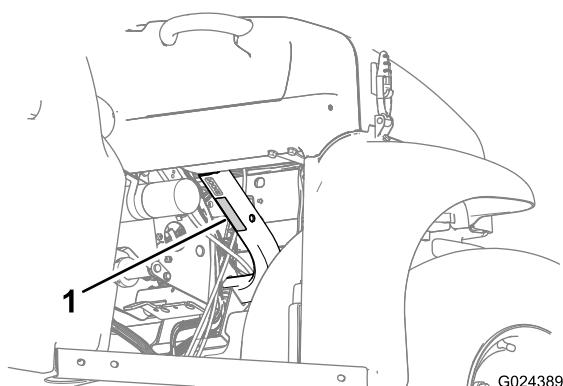

図 19
- 荷台に積むことのできる重量を守ってください。これらについては、**仕様 (ページ 16)** に記載してあります。また、車両最大定格総重量は機体の銘板に表示してあります **図 19**。